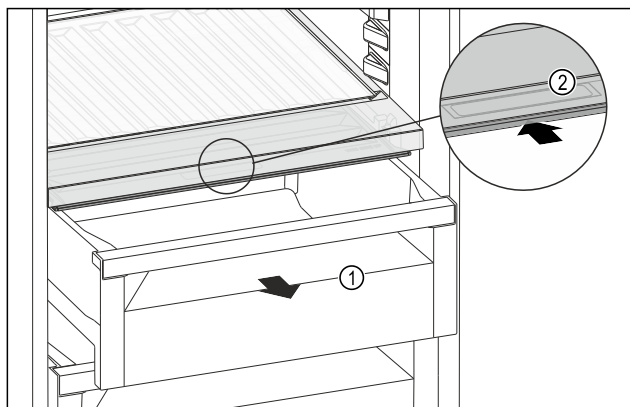

Fig. 229
- ▶ Τραβήξτε έξω το συρτάρι Fig. 229 (1).